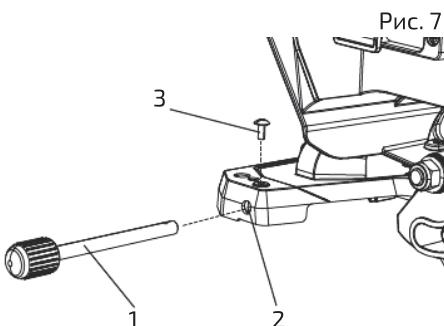

Рис. 7
1. Вставить один задний опорный стержень (1) в отверстие (2), расположенное в задней части основания (рис. 7).
2. Закрутить винт (3) в отверстие, расположенное за крепежным отверстием.
3. Затянуть винт (3) отверткой.